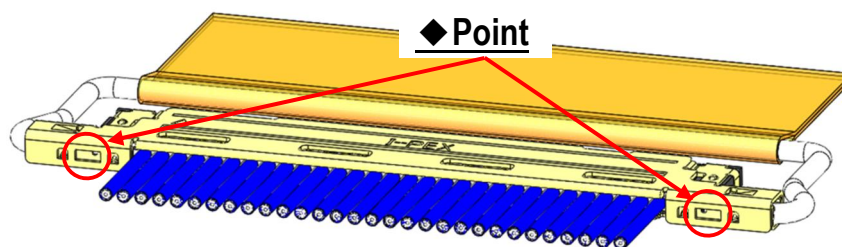

Fig.13 Soldering of Shell-A and Shell-B
④ Shell-A と shell-B を半田コテにて全箇所半田付けすることを推奨する。(Fig.13◆部)
※ディスクリートワイヤ結線時においても Fig.13 ◆部の半田付けを推奨します。